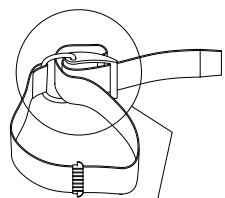

Fig. 2-4
1. Gire la hebilla hasta que quede abierta. Deslice la correa alrededor de la hebilla de plástico tal y como se muestra en la Fig. 2-4, humedezca la correa antes de sujetarla en la posición correcta sobre la botella y ajuste la longitud (Fig. 2-7).